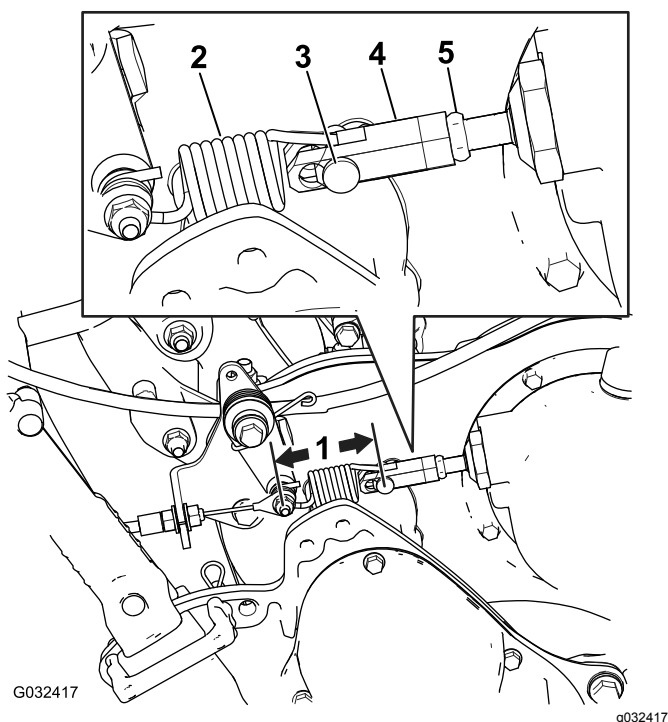

Figura 48
2. Meça a distância do pino de segurança em qualquer extremidade da mola de controlo de tração (Figura 48); se não estiver entre 7,3 e 7,6 cm, ajuste a embraiagem de acordo com os passos abaixo.
- B. Desaperte a porca de bloqueio no tensor e retire o passador de forquilha, desligando a mola do tensor (Figura 48).
- F. Meça a distância do pino de segurança em qualquer extremidade da mola de controlo de tração (Figura 48); repita os passos A a F até que fique entre 7,3 e 7,6 cm.